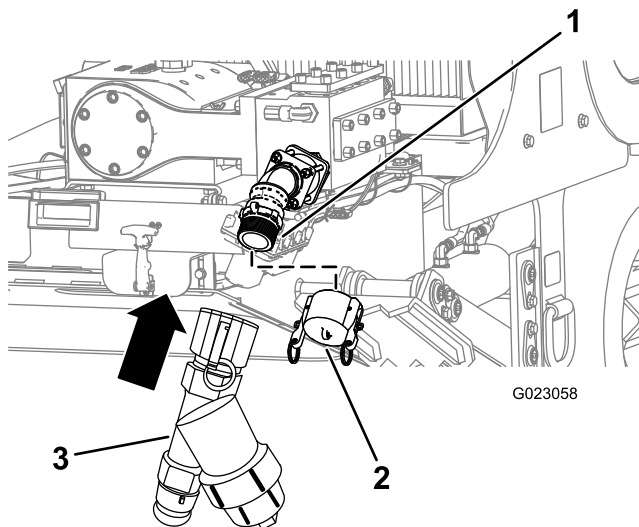

Figura 84
1. Retire el tapón de la entrada de la bomba (Figura 84).
2. Alinee el filtro en Y con la rosca de la bomba (Figura 84).